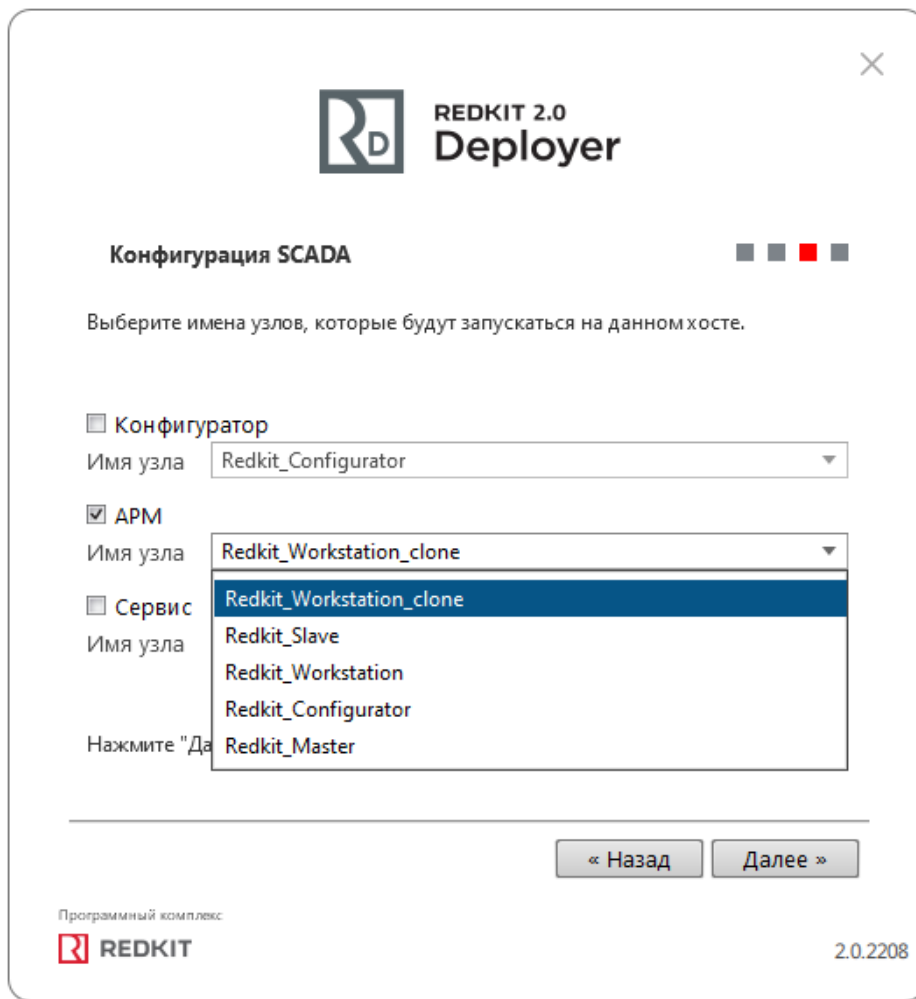

Рисунок 91 - Узлы
7. Отметьте только узел **АРМ** и в выпадающем списке выберите наименование узла для данного АРМ (Рисунок 91). Нажмите **Далее**.